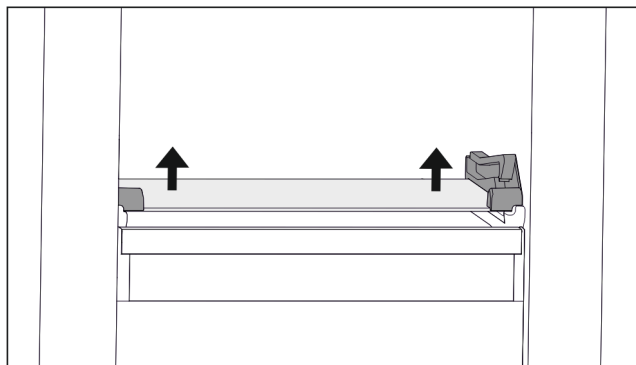

Fig. 70 Glassplate på nedvippbar skuff
- ▶ Trykk opp glassplaten nedenfra på begge sider. (se Fig. 70)